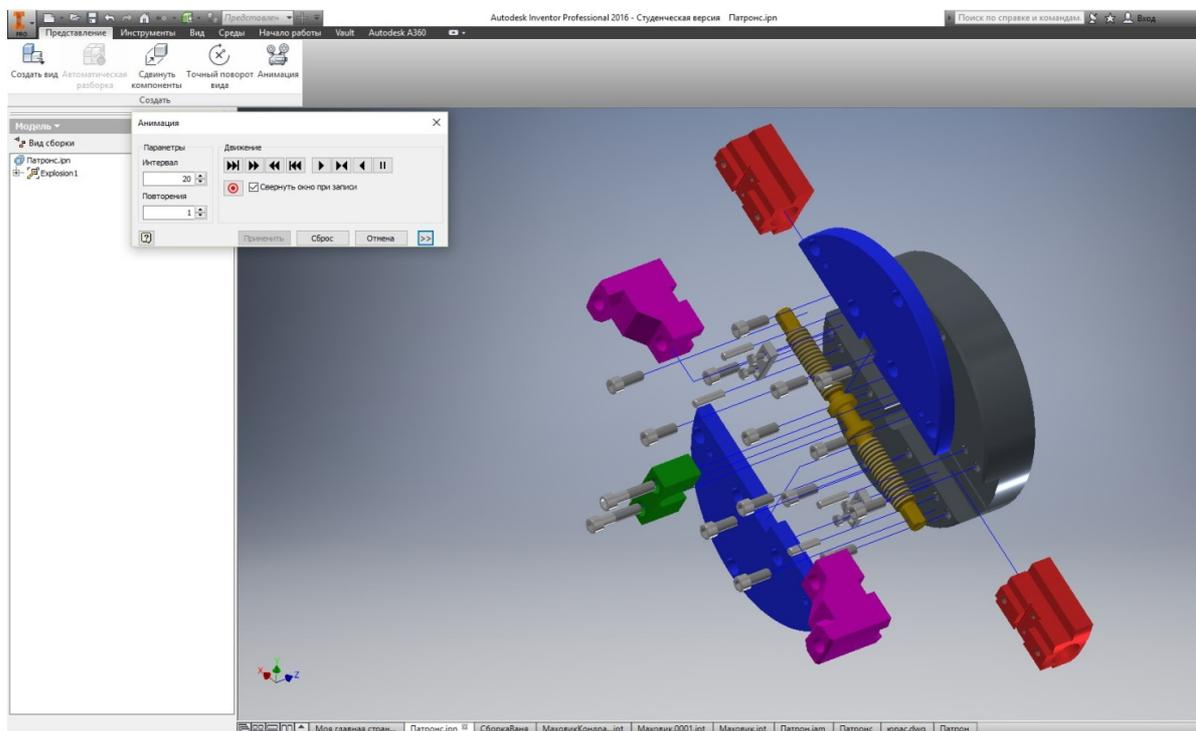

Рис. 24. Команда АНИМАЦИЯ и выбор интервала и повторения совершения анимации
7. Открываем команду АНИМАЦИЯ и в появившемся диалоговом окне можем выбирать интервал и повторения совершения анимации. (рис. 24).